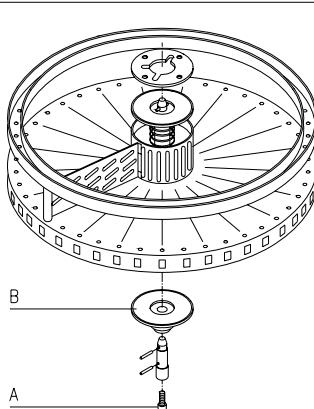

FIG. 11
- c) controlar que la distancia entre el primer cono en la zona B y la brida de arriba sea de 1207 mm.; si es necesario regular el nivel con el tornillo A (ver FIG. 11).